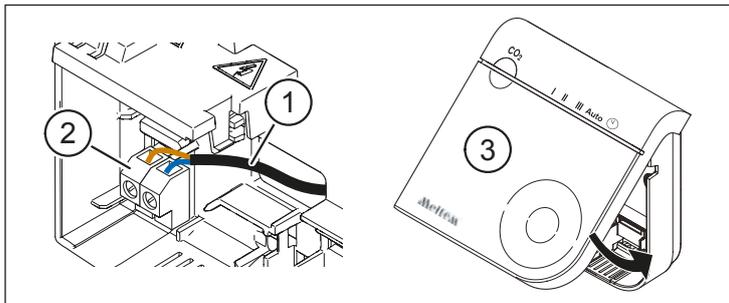

Abb. 4: Netzkabel anschließen und Deckel aufsetzen
- ▶ Schließen Sie das Netzkabel (Pos. 1 in Abb. 4) an den Klemmen (Pos. 2 in Abb. 4) an.
- ▶ Setzen Sie den Deckel (Pos. 3 in Abb. 4) mit den Nasen in die Aufnahmen am Gehäuse ein.